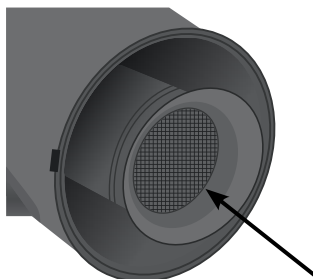

figure 13B
3. Si le grillage semble bloqué, le nettoyer à l'aide d'une brosse à récurer (**figure 13B**).